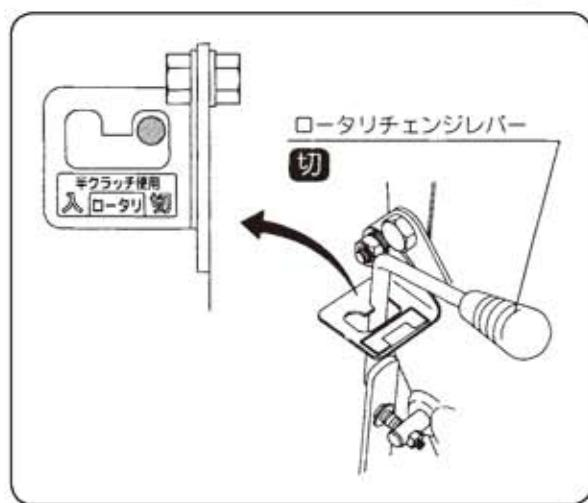

図5
- ② ロータリーチェンジレバーが【切】位置になっているかを確認してください。（図5）